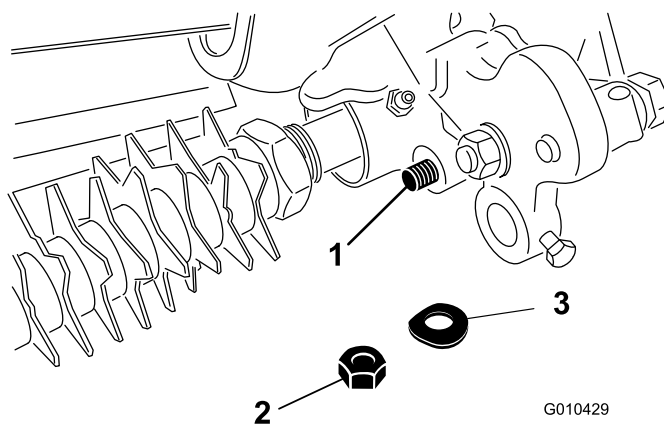

Figura 15
8. Sujete el extremo de la varilla del brazo de ajuste al conjunto de transmisión del acondicionador con una arandela de muelle y una contratuerca (3/8"), según se muestra en Figura 15.
13. Sujete el extremo de la varilla del brazo de ajuste al conjunto de transmisión del acondicionador con una arandela de muelle y una contratuercas (3/8"), según se muestra en Figura 15.